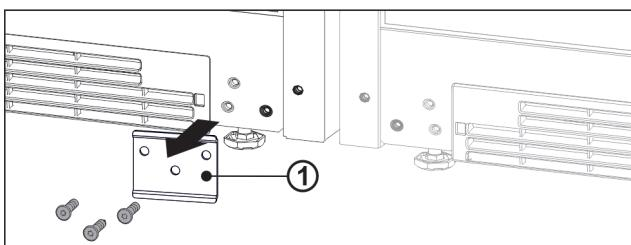

Fig. 11
- ▶ Wenn das Blech Fig. 11 (1) verbaut ist, Blech abschrauben.